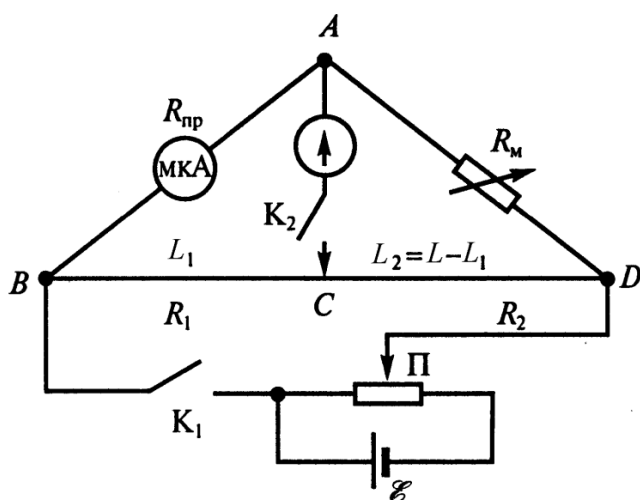

Рис. 2.3.
Схема установки для измерения сопротивлений на основе мостика Уитстона показана на рис. 2.3.
*Зарисуйте* (карандашом!) схему измерения сопротивления прибора (рис. 2.3).